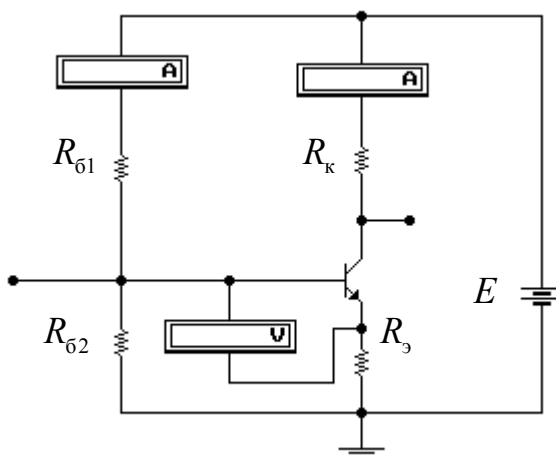
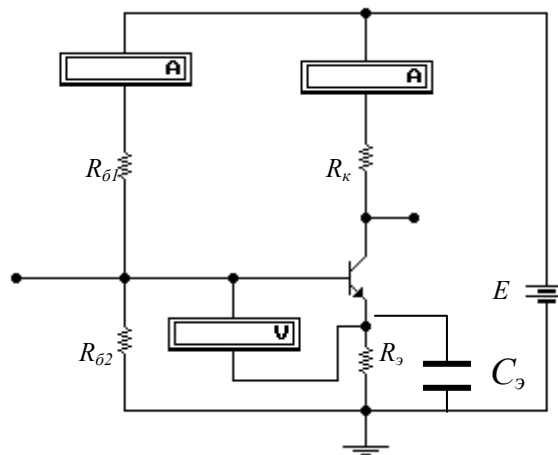

Рис. 1.4. Схема эмиттерной стабилизации
Рис. 2.2
Поставьте в цепь эмиттера сопротивление (0,5-1 кОм) (рис. 1.4) и, задавшись током делителя, равным десятикратному току базы, обеспечьте тот же самый режим работы в схеме эмиттерной стабилизации. При этом не забудьте увеличить напряжение питания на величину, соответствующую падению напряжения на сопротивлении в цепи эмиттера.
9. Соберите схему каскада с эмиттерной стабилизацией (схема рис. 1.4 в лабораторной работе № 1, она же показана на рис. 2.2).
11. Какие искажения прямоугольного импульса возникают за счет емкости, шунтирующей сопротивление в цепи эмиттера (рис. 2.2)? Поясните механизм возникновения этих искажений.